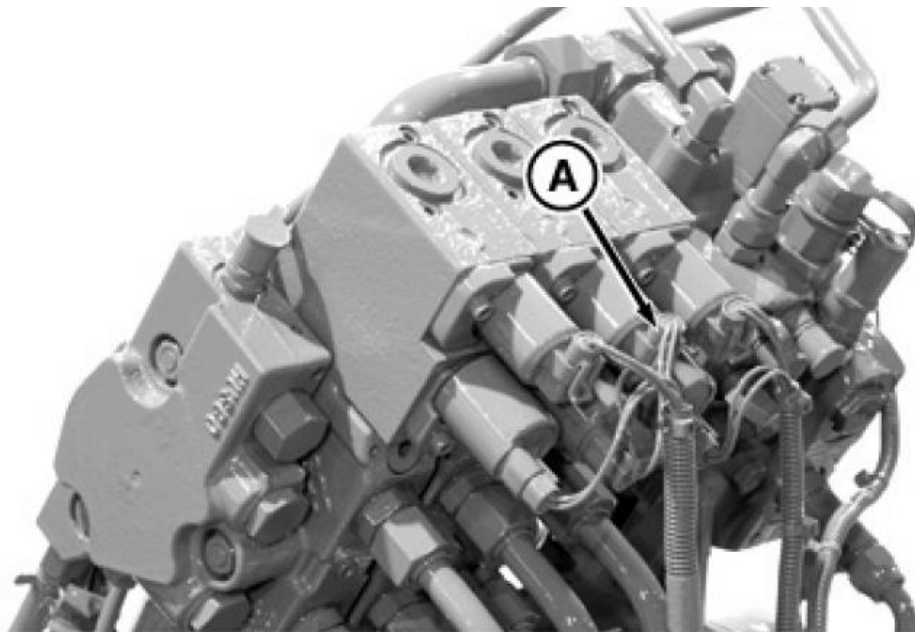

Рис. 9.36. А-З'єднувальний роз'єм спрямованого соленоїда SCV II
Знайти і відключити з'єднувальний роз'єм спрямованого соленоїда SCV II (A) (рис.9.36). Перейти до пункту 9.4.4.2.